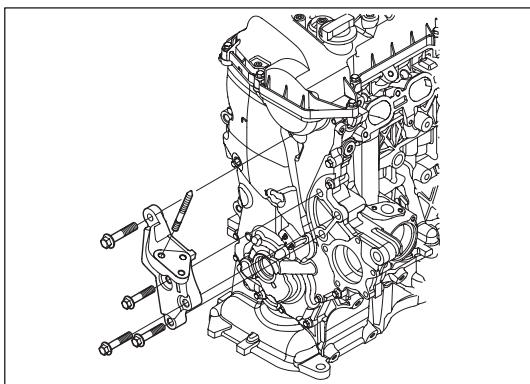

Рис. 6-4-1. Снятие передней опоры двигателя
- (1) Снять переднюю опору двигателя:
- б) Вывернуть 4 фланцевых болта ($M10 \times 1,25 \times 50$, $M10 \times 1,25 \times 55$) и снять переднюю опору двигателя с нижней части блока цилиндров, как показано на рис. 6-4-1.
- (2) Снять компрессор кондиционера: